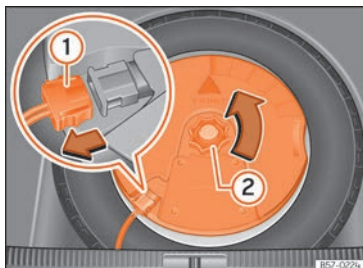

Abb. 197 Im Gepäckraum: Subwoofer ausbauen.
- Klemmen Sie das Subwoofer-Lautsprecher-Kabel ab »» Abb. 197 ①.
- Drehen Sie das Befestigungshandrad entgegen dem Uhrzeigersinn heraus »» Abb. 197 ②.